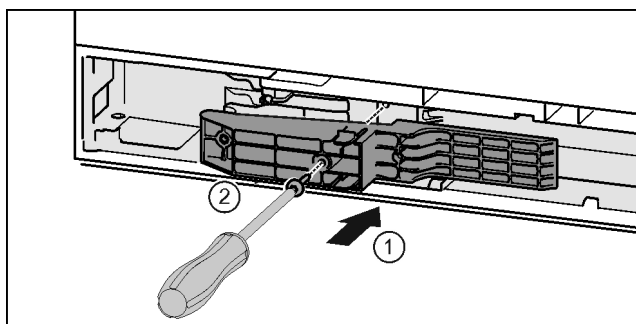

Fig. 45 \*
- ▶ Insertar la pieza adaptadora en la escotadura del lado del tirador. Fig. 45 (1)\*
- ▶ Apretar los tornillos con el destornillador T15. Fig. 45 (2)\*